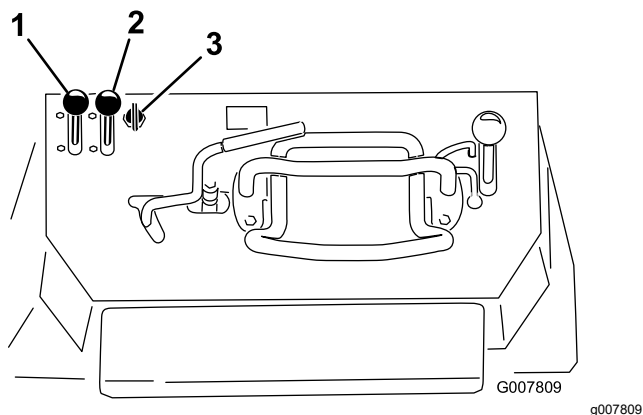

Рисунок 16
1. Установите рычаг дроссельной заслонки посередине между положениями МЕДЛЕННО и БЫСТРО (Рисунок 16).
2. Переведите рычаг воздушной заслонки в положение Вкл. (Рисунок 16).
- На машинах с электрическим стартером поверните ключ в положение Вкл. (Рисунок 16). После запуска двигателя отпустите ключ.
4. Постепенно переместите рычаг воздушной заслонки в положение Выкл. (Рисунок 16). Если двигатель глохнет или работает
5. Установите рычаг дроссельной заслонки в нужное положение (Рисунок 16).
2. Переведите рычаг дроссельной заслонки в положение МЕДЛЕННО (Рисунок 16).